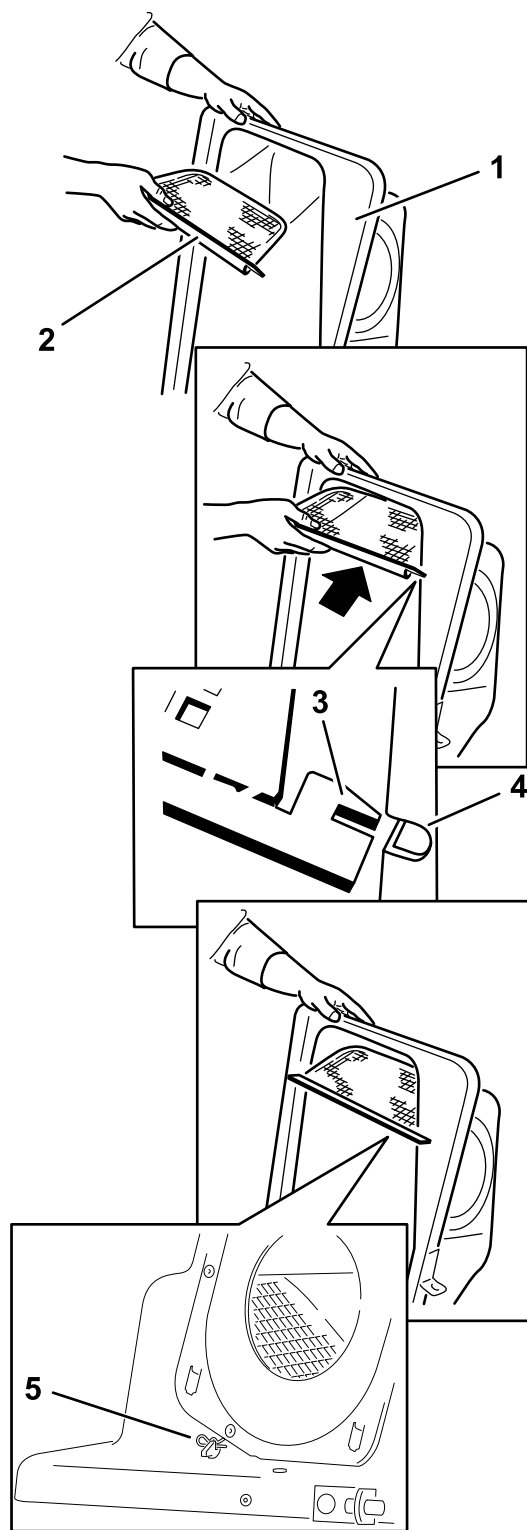

Figura 18
2. Montate la griglia come illustrato nella Figura 18 e assicuratevi che sia inclinata verso i cestì di raccolta.